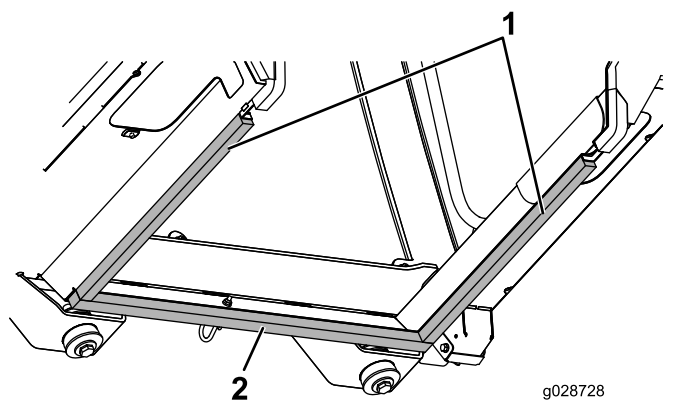

Figura 63
6. Centro do vedante de esponja frontal no painel frontal (Figura 63).
7. Pressione a extremidade dianteira dos vedantes de esponja laterais frontais contra o vedante de esponja frontal e alinhe as extremidades interiores do vedante de esponja com as extremidades interiores dos painéis de vedação da estrutura da cabina (Figura 63).